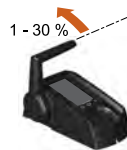

Fig. 32: Plage de 1 à 30 %
4. Placez la manette de commande sur la plage de , voir "**Fig. 32: Plage de 1 à 30 %**".